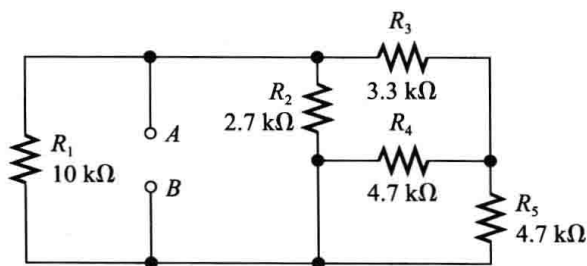

图 6-77
10. 在图 6-77 中,求下列各量:
11. 在图 6-77 中,对于 $V_{AB} = 6V$,求流过 R_2 的电流。
12. 在图 6-77 中,对于 $V_{AB} = 6V$,求流过 R_4 的电流。